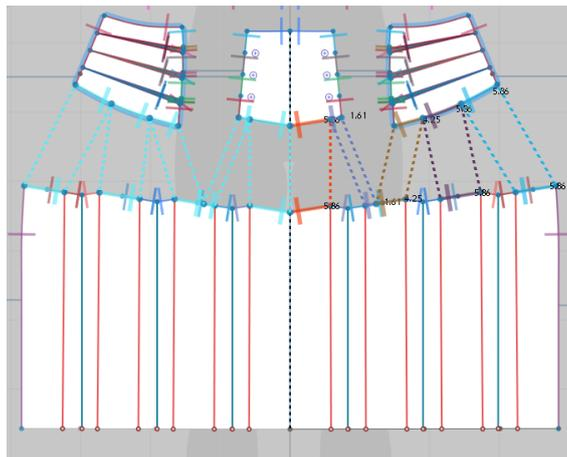

图 5-1-16 M: N 缝合
(1) 选择 2D 视窗工具栏中“ (M: N 自由缝纫)”工具, 左键单击前育克中片育克分割线与前中交点, 沿育克分割线向右依次单击前育克中片侧点、前育克侧片两个端点, 按下回车键完成 M 部分缝纫设置。
(2) 从前裙片育克分割线与前中交点单击, 沿育克分割线向右移动至第一个褶左端点再次单击, 跳过第一个褶, 然后从第一个褶右端点单击, 沿育克分割线向右移动至第二个褶左端点再次单击; 依此类推直至前裙片育克分割线与前侧缝交点单击, 按下回车键完成 N 部分缝纫设置, 这样就完成前育克与前裙片在育克分割位置的缝纫, 如图 5-1-16 所示。